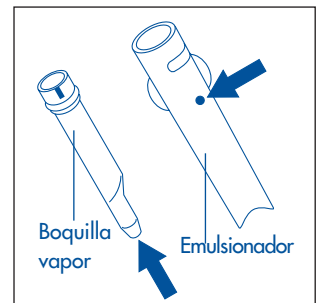

Fig.27
- Controle que los dos agujeros indicados por las flechas en la fig. 27, no estén atascados. De ser oportuno, límpielos ayudándose con una aguja.